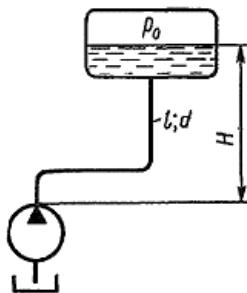

Рис. 8.3
8.7. Насос подаёт воду в резервуар по трубопроводу диаметром 100 мм и длиной $l = 8$ м на высоту $H = 4$ м в количестве 1 л/с (рис. 8.3). Давление над свободной поверхностью воды в резервуаре $p_0 = 50$ кПа. Определить полный напор, создаваемый насосом, принимая шероховатость трубы 0,05 мм, кинематический коэффициент вязкости воды $v = 0,8$ сСт.